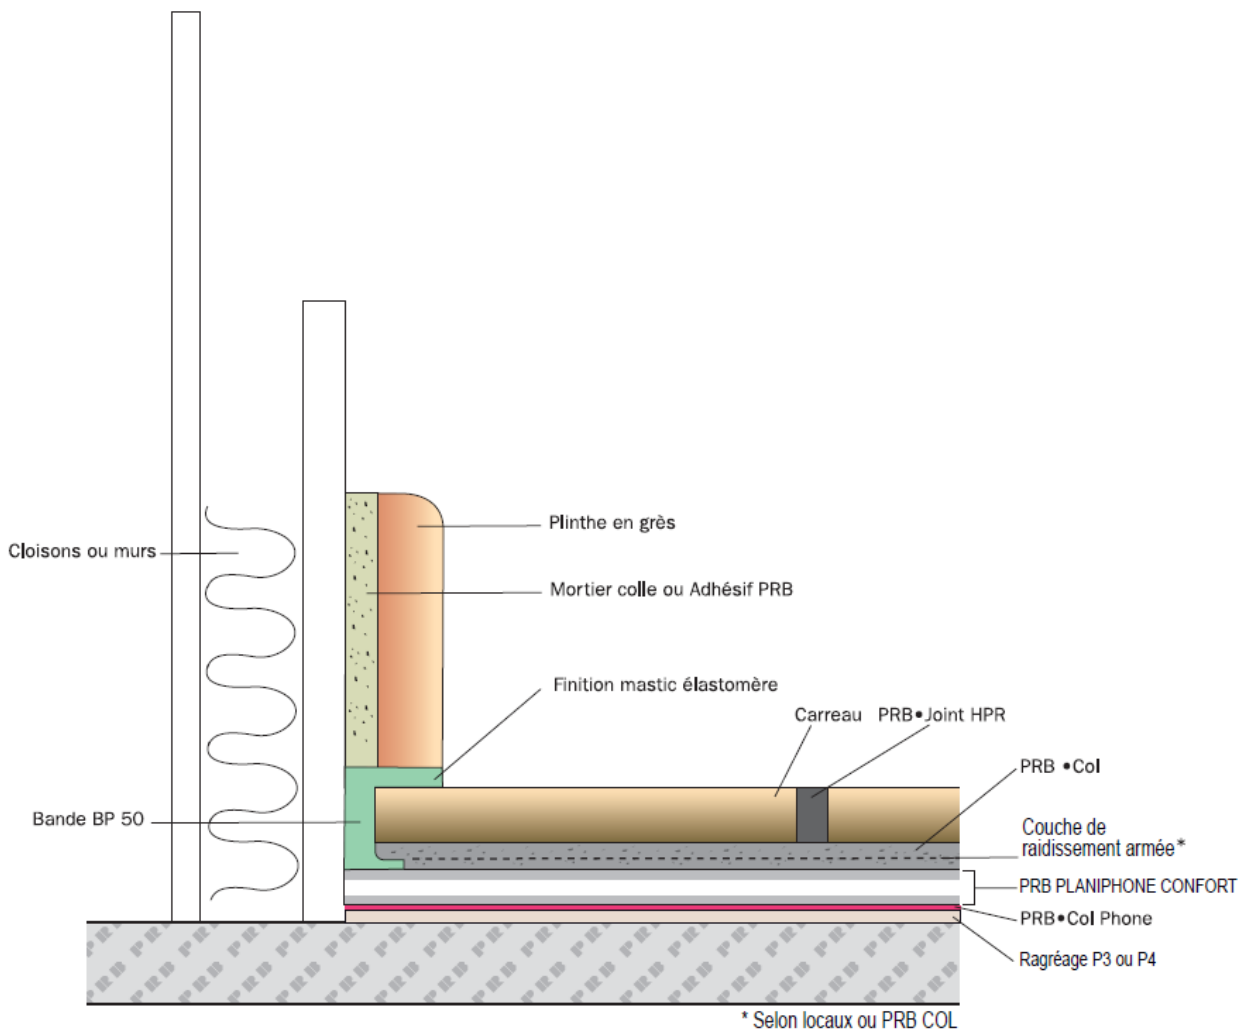

Figure 4 – Traitement périphérique en local sec
4.61 Poteaux, socles, canalisations, huisseries (cf. figures 4, 5 et 10)